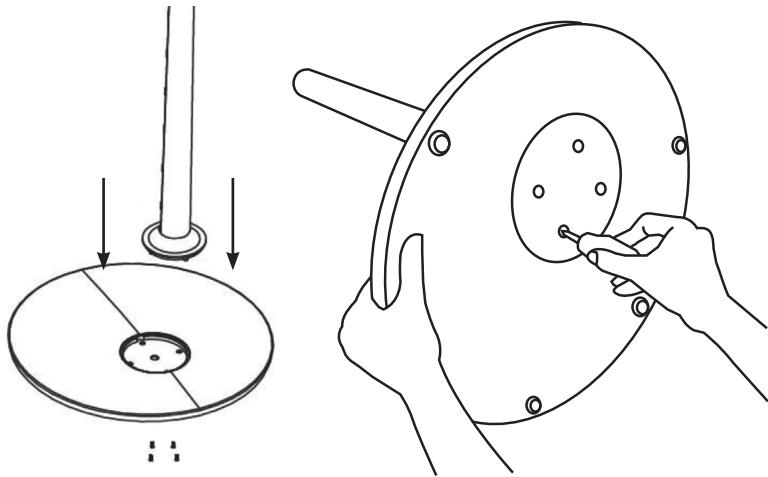

Fig.2
- Enfiler le tube supérieur (N) dans le tube inférieur (O) avec les mains à proximité du câble, en tournant la vis vers la droite pour la serrer. (Fig. 2).